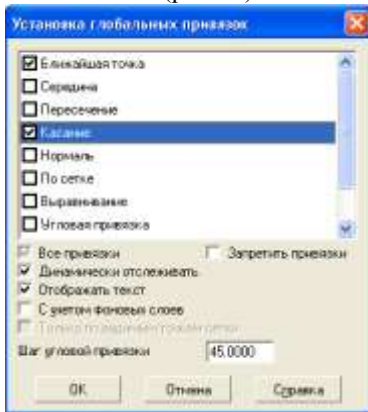

Рис.12
11. В появившемся диалоговом окне **Установка глобальных привязок** установить глобальные привязки: **Ближайшая точка** и **Касание** (рис.12)